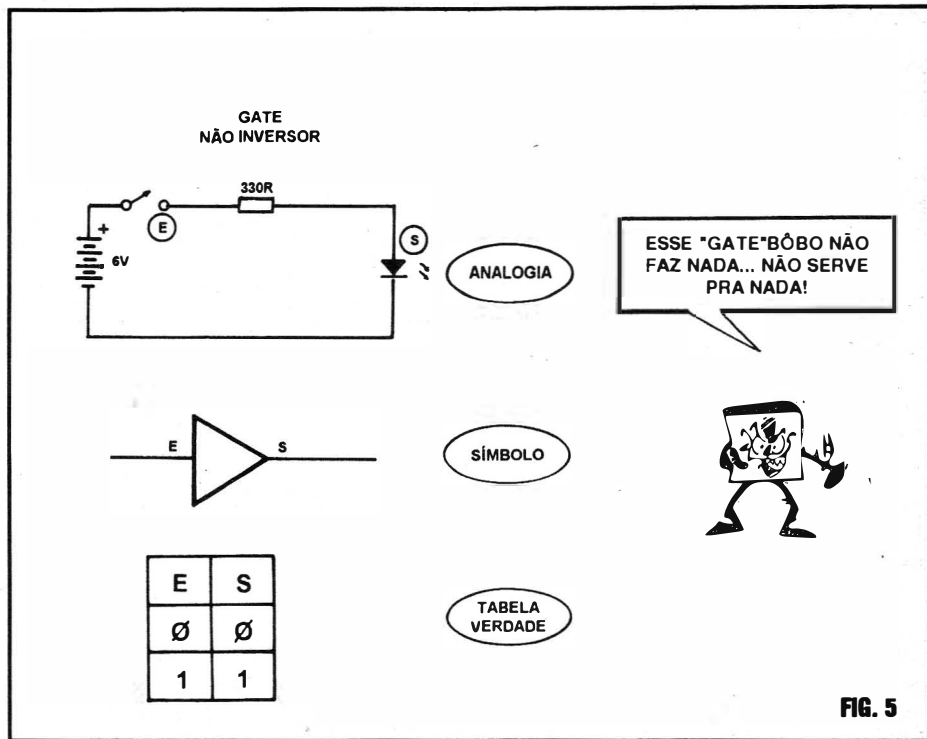

FIG. 5
- **FIG. 5 - BLOCO LÓGICO NÃO INVERSOR (PORTA OUGATE NÃO INVERSORA...)** - Observem com atenção os três segmentos do diagrama da fig. 5... Ao alto temos nosso circuitinho que “simula” com perfeição o funcionamento de um **BLOCO LÓGICO NÃO INVERSOR** (ou **PORTA NÃO INVERSORA**, como dizemos em Eletrônica Digital...). Sempre lembrando das convenções (já explicadas quanto aos “estados” do interruptor, considerado como **ENTRADA** do bloco, e do LED, considerado como **SAÍDA** do dito cujo...), observem que com uma Entrada “0” (interruptor aberto), a Saída será também “0” (LED apagado). Já com uma Entrada “1” (interruptor fechado), a Saída mostrará identicamente “1” (LED aceso). Essa função, **aparentemente** “inócua” ou sem sentido (mas que **tem** aplicação dentro das complexas estruturas lógicas dos circuitos digitais...) é normalmente representada pelo **SÍMBOLO** mostrado: uma estrutura triangular, dotada de um terminal de Entrada (E) e um de Saída